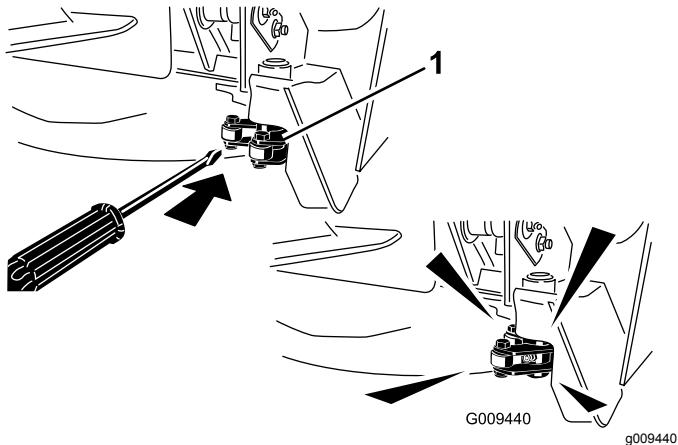

Figure 78
**Remarque:** Vous devrez peut-être ouvrir les verrous manuellement pour accéder aux graisseurs (Figure 78). Utilisez un levier pour fermer et ouvrir le verrou.